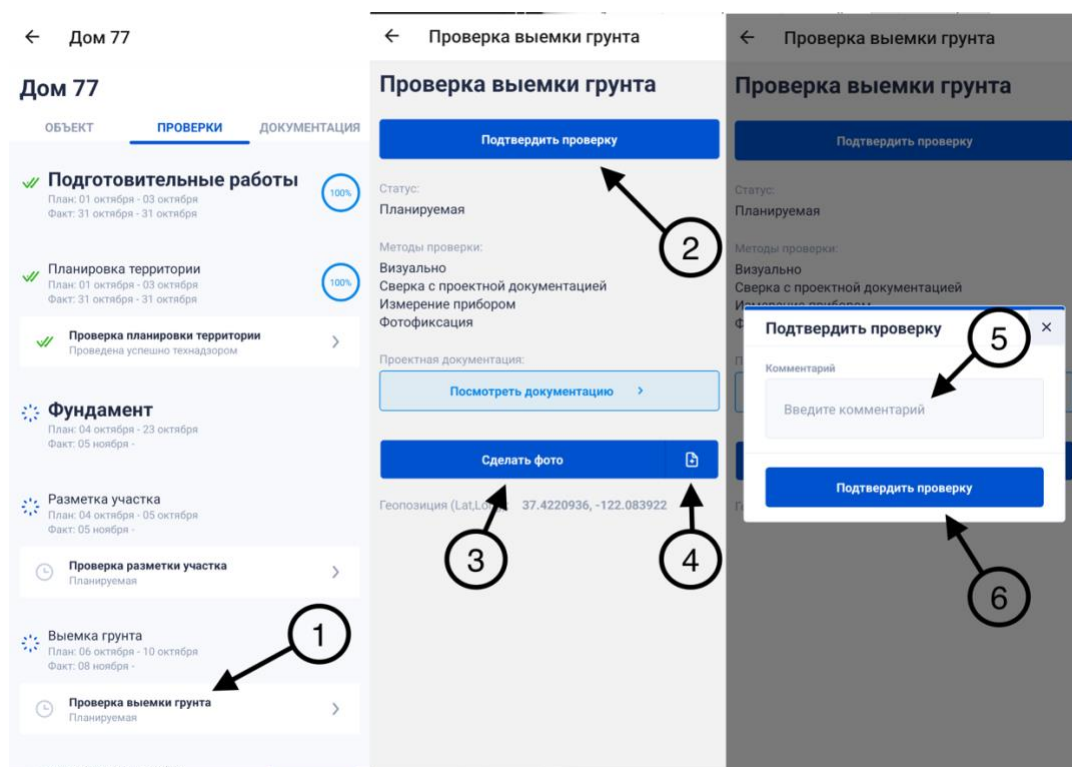

Рисунок 53 - Закрытие проверки
Далее необходимо выбрать проверку (1), находящуюся в работе и нажать «подтвердить проверку» (2) Рисунок 53. В случае необходимости или если одним из методов проверки является «фотофиксация» необходимо нажать «сделать фото» (3) или «загрузить фотографии из медиатеки» (4).